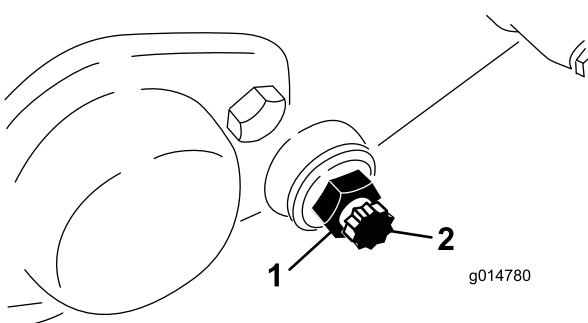

图62
3. 在机器的两侧松开固定底刀架螺栓 图62 的锁紧螺母。
4. 拆下两个底刀架螺栓向下拉动底刀架并从机器上拆下来。保存底刀架(图62)各端的 2 个尼龙和 2 个冲压钢垫圈。